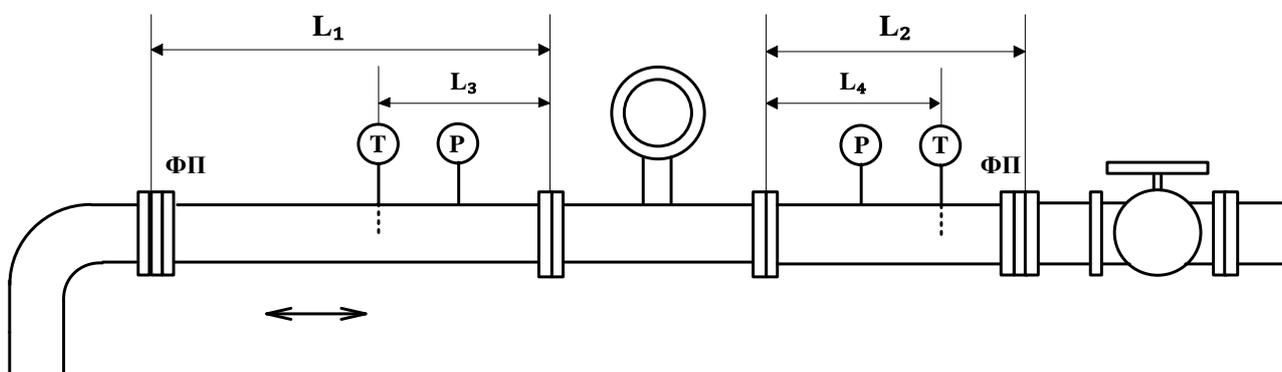

Рисунок 2.7 – Состав измерительной линии для двунаправленного потока
2.2.13 Если требуется измерение двунаправленного потока, то состав измерительной линии определяют независимо для каждого направления потока (рисунок 2.7).